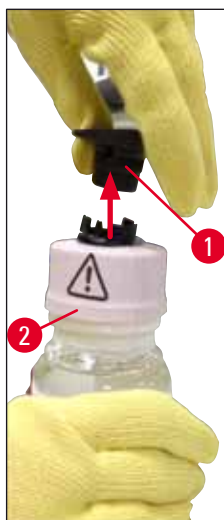

Fig. 57
5. Luați un nou flacon cu mediu de montare (→ Fig. 57) din ambalaj și îndepărtați capacul negru din plastic (→ Fig. 57-1).